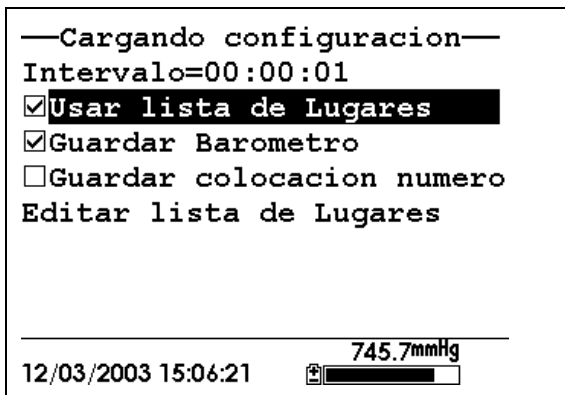

Imagen 9.6 Pantalla de Cargar Configuración
3. Pulse la tecla de **Enter**. Una marca de selección se introducirá en el cuadrado que está al lado del Uso de la lista de sitios y dos nuevas entradas aparecerán en la pantalla de registro. Ver *Imagen 9.6 Pantalla de Cargar Configuración.*
- 2.** Use las flechas para seleccionar la opción de Edición de lista de sitios. Ver *Imagen 9.6 Pantalla de Cargar Configuración*